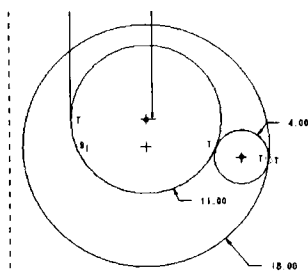

图 1-25 绘制圆
(11) 单击 按钮绘制圆, 并单击 按钮选择与接触的两圆 (半径分别为 18 和 11) 相切, 并将半径修改为 4, 如图 1-25 所示。